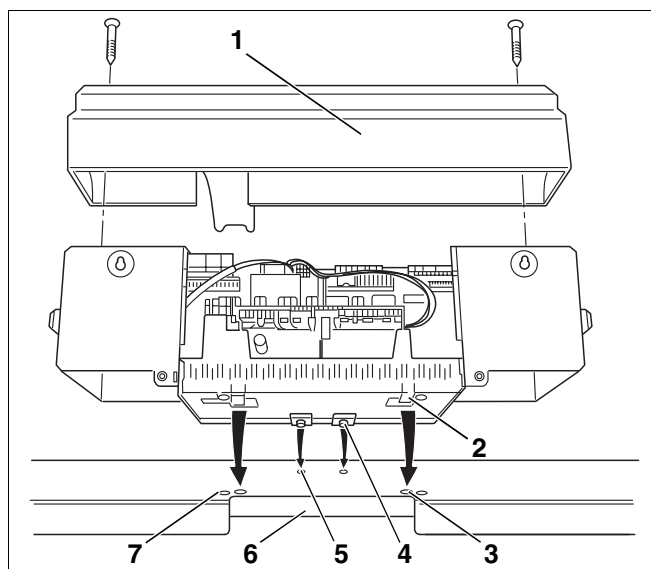
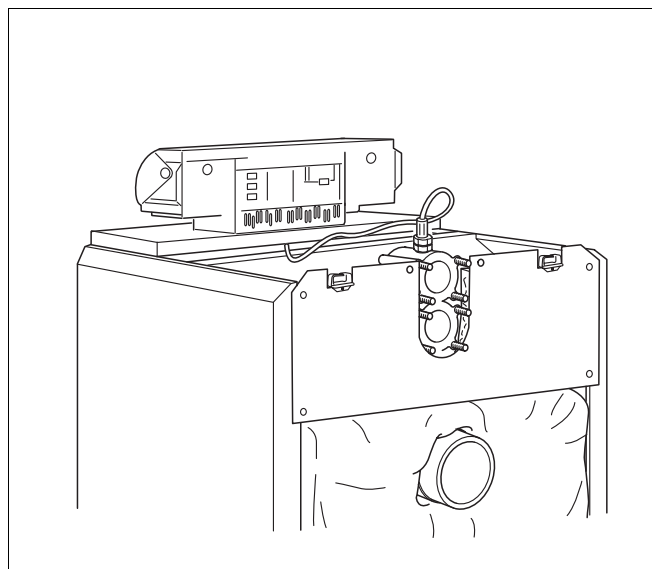

Fig. 43 Montasje – kontrollpanel
Fig. 48 Kjel med montert kontrollpanel
I fig. 43 er kontrollpanelet og det fremre dekselet vist bakfra.
- Løsne de to skruene i klemmedekselet (fig. 43, **pos. 1**) Ta klemmedekselet opp og fjern det.
- Sett på kontrollpanelet. Sett kontrollpanelets innskyvningshaker (fig. 43, **pos. 4**) forfra inn i de ovale boringene i kjelens fremre topplate (fig. 43, **pos. 5**). Trekk kontrollpanelet fremover og vipp det deretter bakover. De elastiske hakene (fig. 43, **pos. 2**) må gå i inngrep bak i de firkantede åpningene i kjelens fremre topplate (fig. 43, **pos. 3**).
- Skru fast kontrollpanelets sokkel på høyre og venstre side av kabelgjennomgangen (fig. 43, **pos. 6**) på kjelens fremre topplate ved hjelp av to metallskruer (fig. 43, **pos. 7**).
- Skru fast klemmedekselet (fig. 43, **pos. 1**) til kontrollpanelets sokkel igjen ved hjelp av to metallskruer (fig. 48).